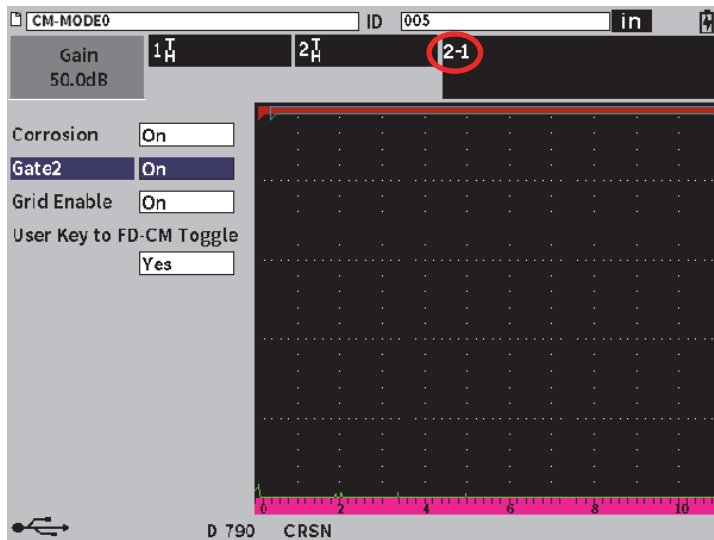

图 11-41 腐蚀对话框
1. 在腐蚀模块（）的**Corrosion**（腐蚀）对话框中，将**Gate2**（闸门2）设置为**On**（开启）（参见第212页的图 11-41）。